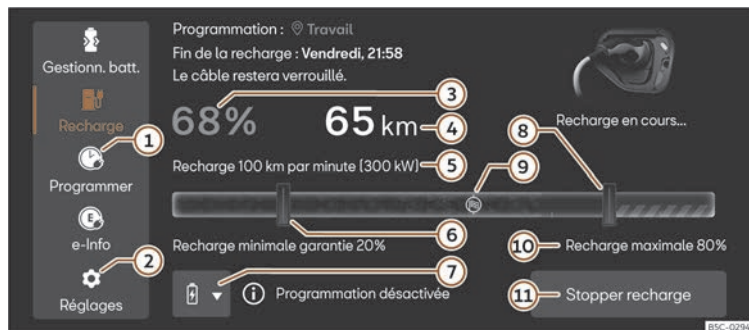

Fig. 66 Sur le système d'infodivertissement : menu principal Charge.
2. Appuyez sur le bouton  >>> **fig. 66**.